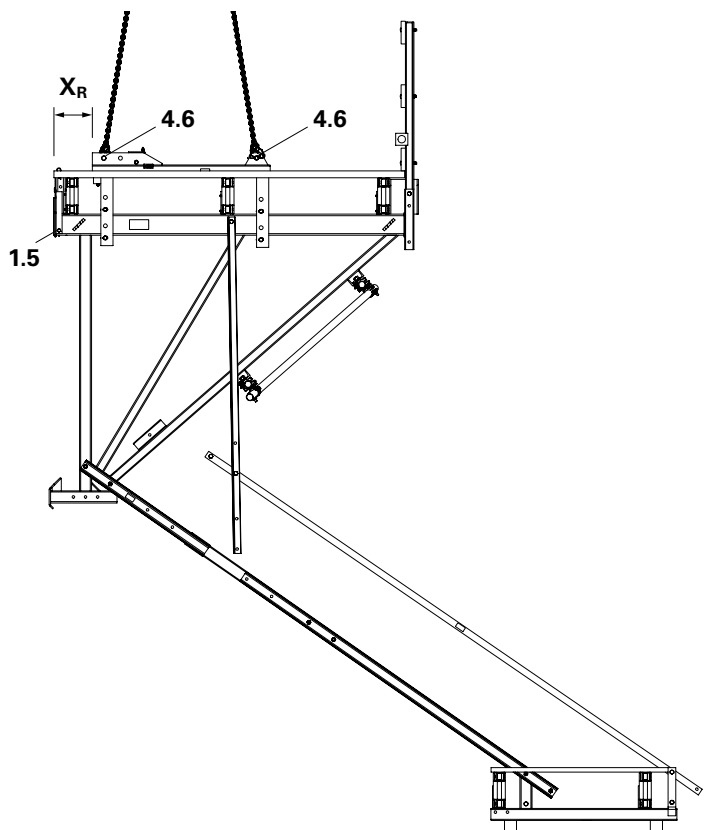

Fig. B1.45
5. Levantar la consola trepante del anclaje y desmontar la plataforma de terminación. (Fig. B1.45)